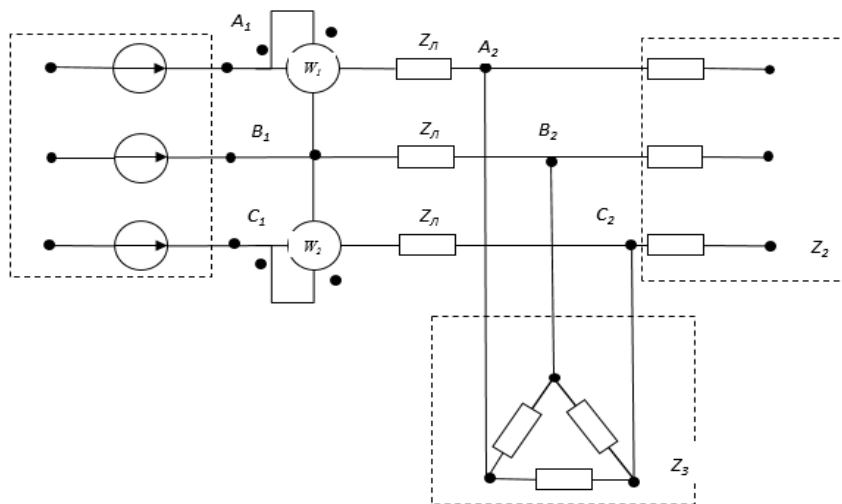

Рис. 24. Трехфазная цепь с двумя приемниками
**Пример 2.** Для трехфазной цепи, приведенной на рис. 24, определить токи, напряжения и мощности всех участков. Вычислить показания ваттметров. Построить векторную диаграмму токов и напряжений. Сопротивление линии  $Z_{л1} = 2 + j2$  Ом. Параметры сопротивлений нагрузки  $Z_2 = -j10$  Ом и  $Z_3 = 45 + j15$  Ом. Активная мощность третьей нагрузки  $P_3 = 8712$  Вт.